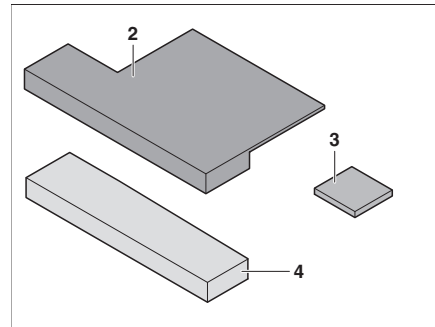

Bild 190 Extradynor
- Om sådan finns, sätter du fast sitskilen (Bild 190,3) på extradynan (Bild 190,2) (med kardborrband).